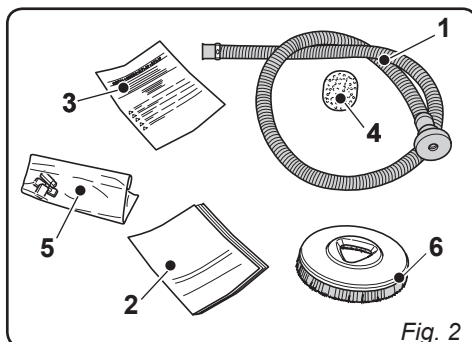

Fig. 2
- Retire a bolsa (1) que contém os equipamentos e acessórios em dotação e a caixa (2) que contém a escova.
2.1.a - Acessórios em dotação (Fig. 2)